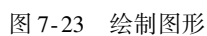

图 7-23 绘制图形
2. 绘制如图 7-23 所示的零件（其余未注倒角均为 45° ），利用设计中心将表面粗糙度符号插入到该零件图样中；并插入在习题 1 中定义的基准符号块。